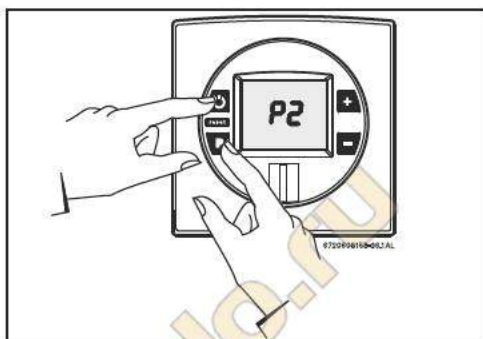

Рис. 46
- ▶ Нажмите и удерживайте кнопку программирования и нажмите кнопку «Вкл./выкл.» для включения прибора (см. Рис. 46 ).